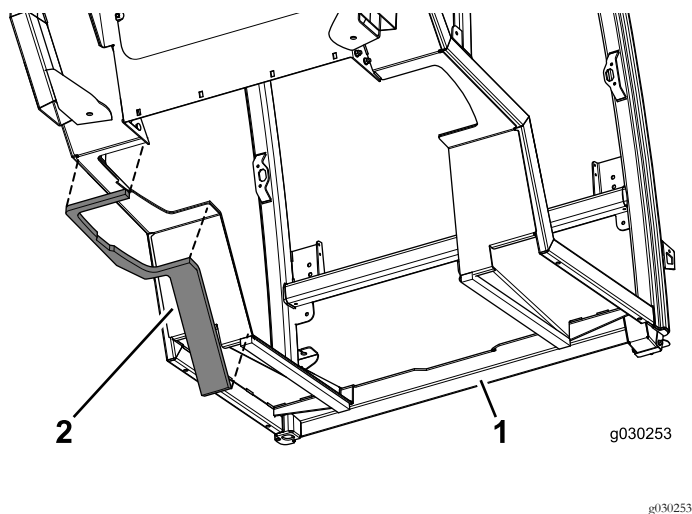

Figure 8
3. Appliquez le joint gauche sur le côté gauche de la cabine (Figure 8).